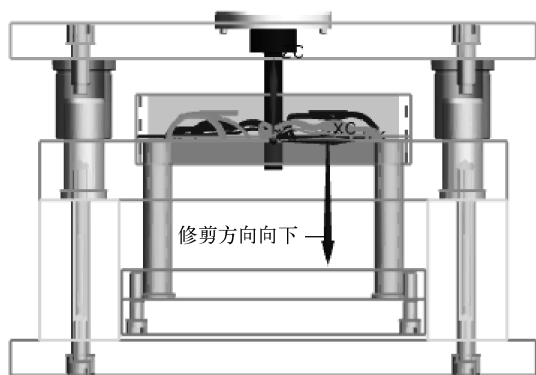
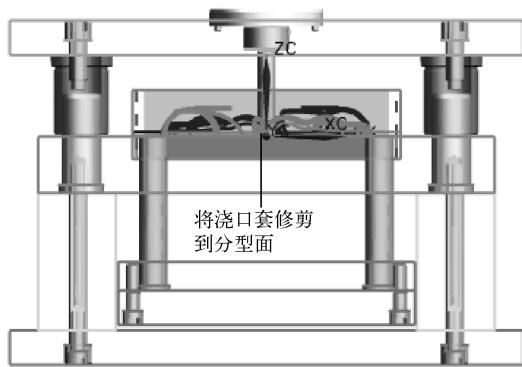

图 10-61 修剪浇口套
图 10-62 浇口套修剪完毕
(3) 如图 10-61 所示, 在工作区选择浇口套作为目标体 (如选不到浇口套, 则先将 A 板隐藏后再选), 并确认修剪箭头方向向下, 在图 10-60 所示的【修边模具组件】对话框中, 单击【确定】按钮, 完成浇口套的修剪, 如图 10-62 所示。